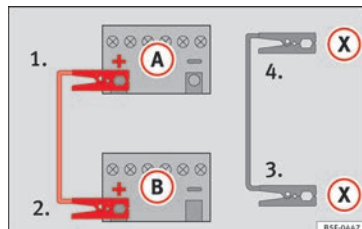

Fig. 70 Esquema de conexión para vehículos con sistema Start-Stop.
- *En los vehículos con sistema Start-Stop:* emborne un extremo del cable *negro* de emergencia (X) a un terminal de masa adecuado, a una pieza de metal maciza que vaya atornillada al bloque motor o al mismo bloque motor »» fig. 70.
5. Emborne el otro extremo del cable *negro* de emergencia (X), en el vehículo con la batería descargada, a una pieza de metal maciza que vaya atornillada al bloque motor o al mismo bloque motor pero lo más alejado posible de la batería (A).